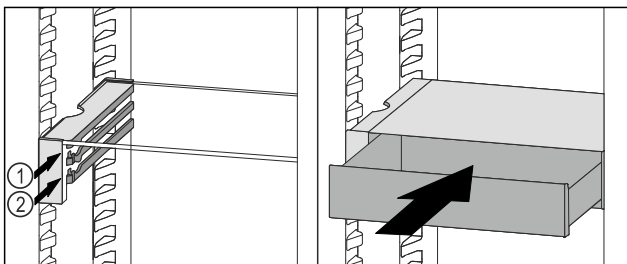

Fig. 114
- ▶ VarioSafe-Schubfach hinter den Stopperrn auf gewünschter Rippe Fig. 114 (1) oder Fig. 114 (2) aufsetzen.